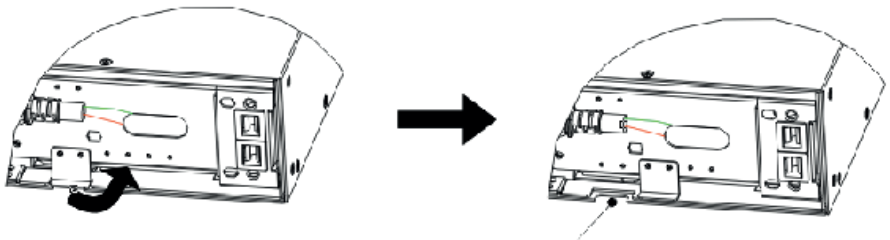

Abb.12 Kabelstopfen EBP
3. Für das folgende (oder nur ein) EBP die EBP-Kabelabdeckung oben auf der EBP-Frontabdeckung entfernen. Abb.12 zur Verdeutlichung der Position der oberen Abdeckung des EBP-Kabels.
4. Wenn mehr als ein EBP installiert ist, entfernen Sie für jedes zusätzliche Modul die EBP-Kabelverschraubung oben und unten am EBP-Frontdeckel. Abb.12 für die Lage der EBP-Kabelstecker.